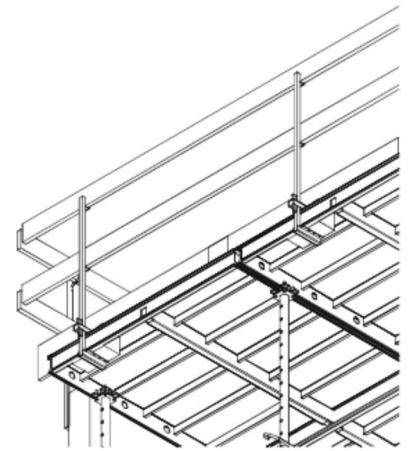

Abb. 12
4. Auskragende Alu Deck Elemente müssen zwecks Absturzsicherung mit Geländerhaltern gesichert werden (Abb. 12). Montiert werden die Geländerhalter wie folgt: